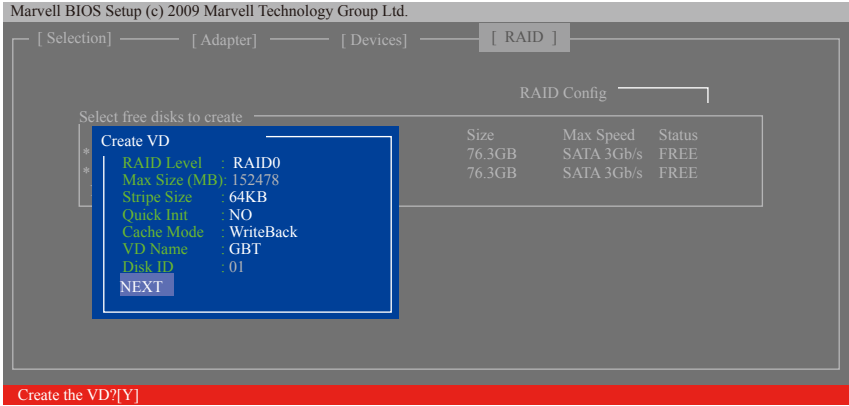

图8
6. **NEXT**: 完成以上设定请至「NEXT」项目按<Enter>键。当确认信息出现时，确定制作磁盘阵列请按<Y>，取消请按<N> (图8)。